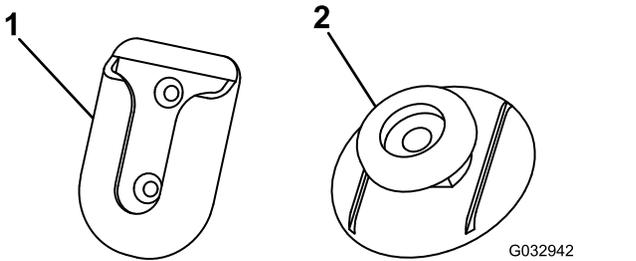

Bild 18
3. Reinigen Sie die Rückseite der Drehbefestigung (Bild 18) mit dem Alkoholwisch Tuch und trocknen sie.
7. Entfernen Sie das Trägermaterial von einer Seite des Klebematerials und bringen es an der Rückseite der Befestigungsnase an (Bild 18).